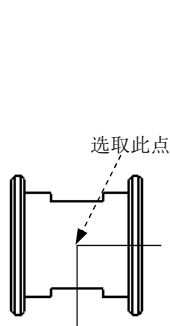
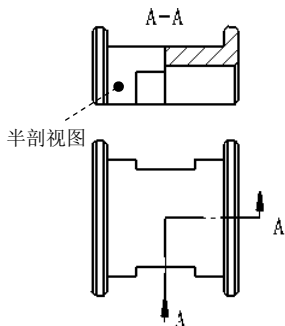

图 4.7.8 绘制剖切线
图 4.7.9 创建半剖视图
(1) 绘制剖切线。利用草图绘制工具绘制图 4.7.8 所示的两条直线作为参考；这两条直线分别位于视图水平和竖直的中轴线上。
(2) 选择命令。选择下拉菜单 **插入(I)** → **工程图视图(V)** → **剖面视图(S)** 命令，系统弹出“剖面视图辅助”对话框。在“剖面视图”对话框中选择 **半剖面** 选项卡，在 **半剖面** 区域单击  按钮，然后选取图 4.7.8 所示的圆点。
(3) 在“剖面视图”对话框的 **A-A** 文本框中输入视图标号“A”。
(4) 放置视图。在父视图的上方放置半剖视图，结果如图 4.7.9 所示。
(5) 单击“剖面视图 A-A”对话框中的  按钮，完成操作。